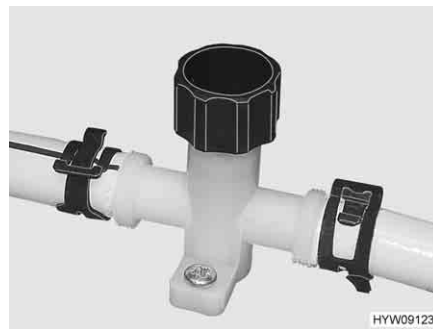
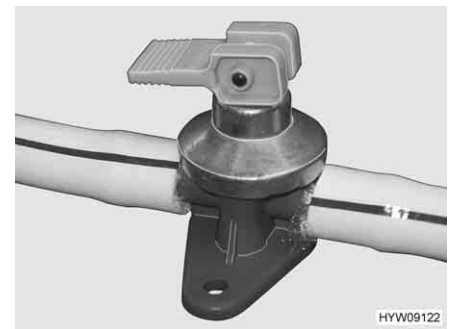

Fig. 112 Rubinetto di scarico (tubatura dell'acqua)
Fig. 113 Rubinetto di scarico (boiler Alde)
- Chiudere i rubinetti di scarico. Ruotare i coperchi (Fig. 112) in senso orario e posizionare la leva a bilanciere (Fig. 113) in posizione orizzontale.
- Aprire i rubinetti di scarico. A questo scopo, ruotare il coperchio (Fig. 112) in senso antiorario e posizionare verticalmente la leva a bilanciere (Fig. 113).